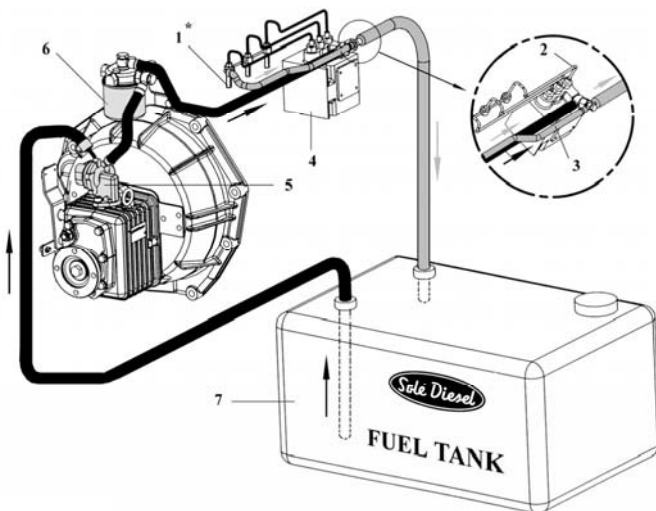
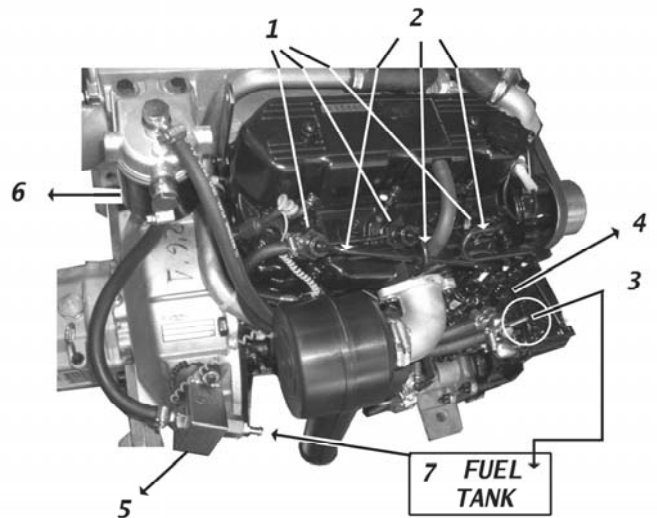

Fig. 2.4
Fig. 2.4A
## 2.4 BRANDSTOF CIRCUIT (Fig. 2.4)
(2) Brandstofinjectieleiding
(3) Brandstofretourleiding
(4) Injectiepomp
(5) Opvoerpomp. Zie fig. 2.4 voor een overzicht van motoren uitgerust met een mechanische pomp (Ronim-V en SMI-R2 en SMI-R3 keerkoppeling). Zie fig. 2.4A voor een overzicht van motoren uitgerust met een elektrische opvoerpomp.
(6) Brandstoffilter
(7) Tank